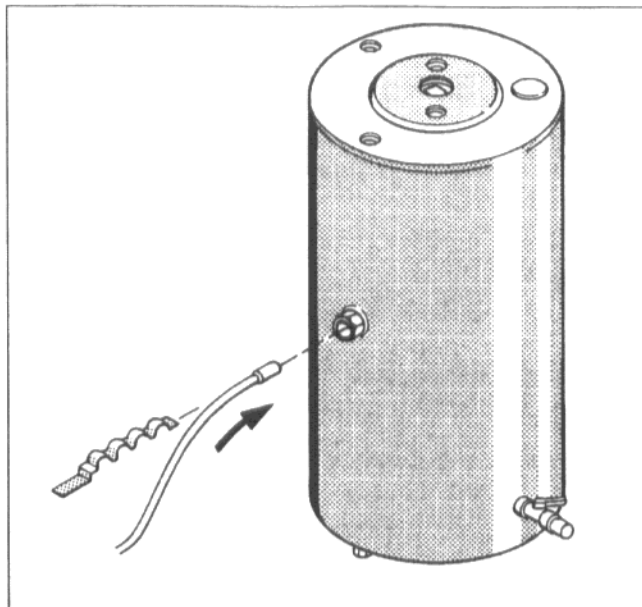

Fig. 5
- Montare la sonda (MB) nella parte posteriore dell'accumulatore (Fig. 5).
- Inserire la sonda nella guaina d'immersione e fissarla con la molla di serraggio (Fig. 5).